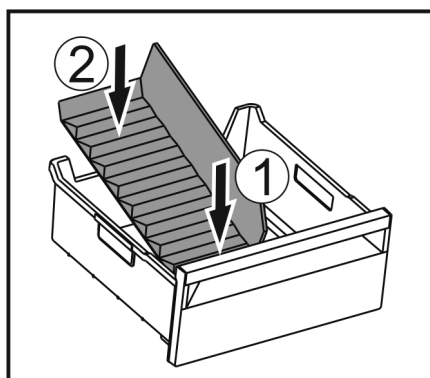

Fig. 139
- ▶ Installer la partie avant du séparateur de congélateur. Fig. 139 (1)
- ▶ Abaisser la partie arrière du séparateur de congélateur jusqu'au fond du tiroir. Fig. 139 (2)